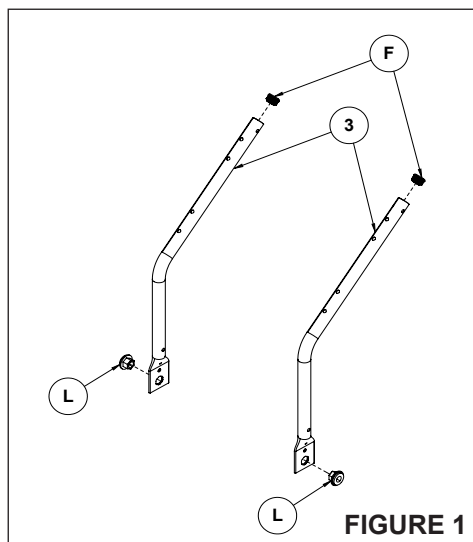

FIGURE 1
ÉTAPE 1 : (VOIR FIGURE 1)
- Installer un roulement à bride hexagonale (L) dans les deux tubes de trémie (3) comme le montre la figure 1.
- Installer un bouchon de tube de 1 pouce (F) dans les deux tubes de trémie (3), comme le montre la figure 1.